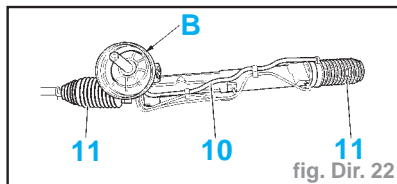

fig. Dir. 22
- Graisser (graisse **LUBRICOMET SP70**) la portée (B) (fig. Dir. 22).